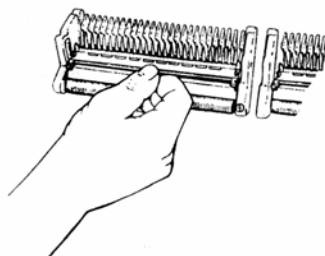

Рис. 6.19. Укладка адаптера в сращивающую головку
6.1.18. До начала сращивания жил в сращивающую головку поместить адаптер, находящийся в упаковке с модулями (рис. 6.19). После использования модулей, находящихся в данной упаковке, следует установить новый адаптер.